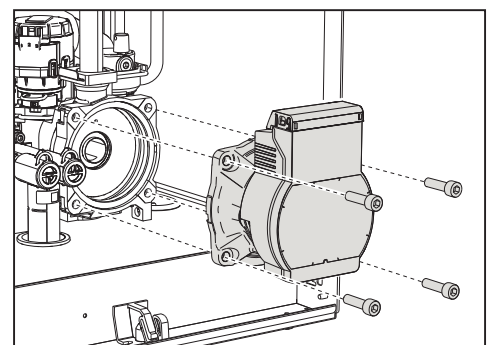

fig. 40
- Desatornille y extraiga el grupo motor de la bomba de circulación (fig. 40).